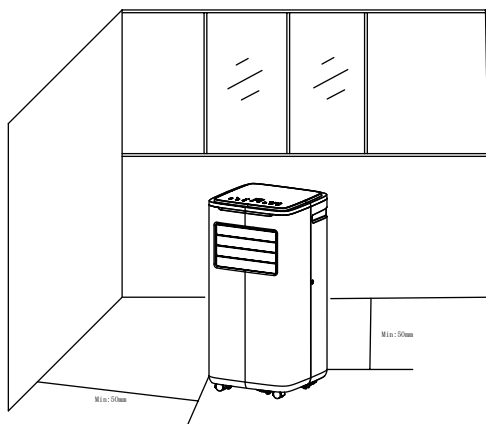

figure 4
- 1) Déplacez la machine avec le caloduc et les raccords installés avant la fenêtre et la distance entre le corps et les murs ou autres objets doivent mesurer au moins 50 cm (comme indiqué sur la figure 4).